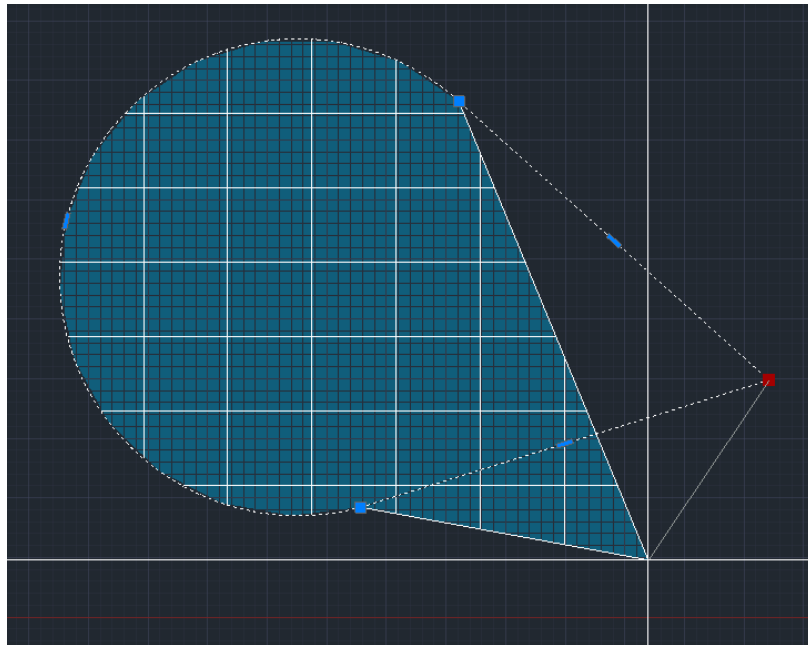

Figura 6. Objeto plano en edición.
| Figura 6. Objeto plano en edición. | 7 |
- La segunda de las opciones es la de designar un objeto, que no será más que designar cualquier curva cerrada que podamos designar a la hora de clicar en la superficie plana. Así, por ejemplo, una polilínea cerrada puede servirnos de contorno para la creación de nuestro objeto plano (figura 6).
Una vez que asociamos el objeto plano a dicha curva tendremos dos objetos relacionados intrínsecamente. Cuando modifiquemos la curva el plano asociado también cambiará, como se puede ver en la figura 6 cuando se mueve un vértice, el plano interior cambia en la misma medida, quedando siempre interior a la figura que estamos tratando.